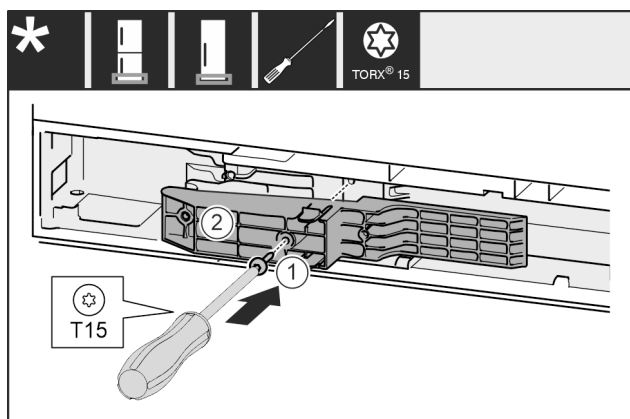

Fig. 65 *
- ▶ Adaptér Fig. 65 (1) na straně rukojeti vložte do výklenku.*
- ▶ Šroubovákem šroub Fig. 65 (2) pevně utáhněte.*